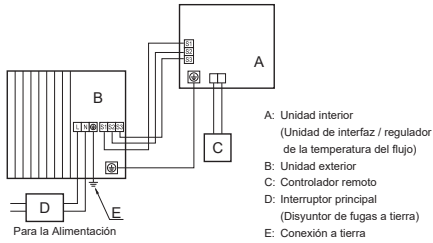
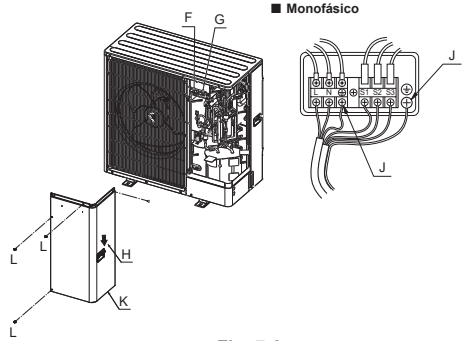

Fig. 7-1
Fig. 7-2
7.1. Unidad exterior (Fig. 7-1, Fig. 7-2)
- (1) Extraiga el panel de servicio.
- (2) Tienda los cables de acuerdo con la Fig. 7-1 y Fig. 7-2.